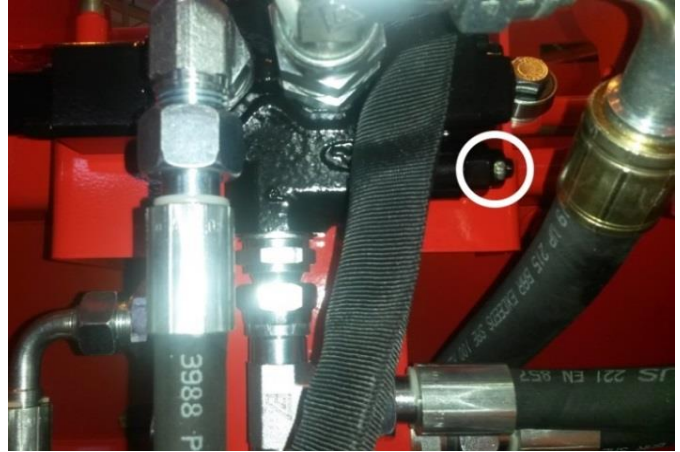

Abb. 44
2. Sicherheitsventil des Spaltventils (240 bar) Abb. 44